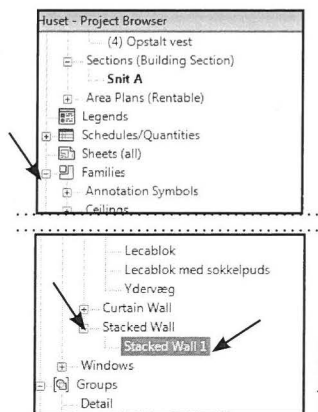

Fig. 14.40. Dobbeltklik på *Stacked Wall 1* i *Project Browseren*.
- Gå i *Project Browseren* og dobbeltklik på den væg der hedder *Stacked Wall 1* (Fig. 14.40).